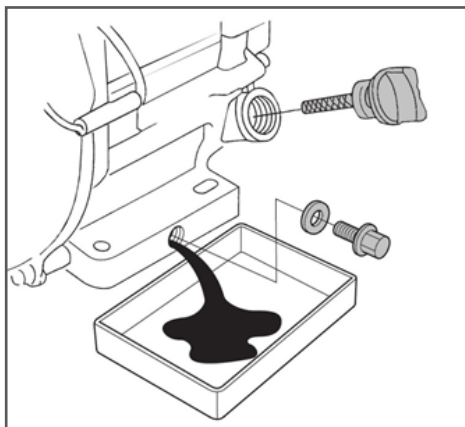

Рис. 14 Замена масла в двигателе
4. Очистите от загрязнений зону вокруг маслозаливной горловины. Извлеките крышку-щуп из маслозаливной горловины (Рис. 14) и протрите щуп чистой ветошью.
5. Открутите пробку для слива масла и слейте отработанное масло в подготовленную для этого емкость (Рис. 14).